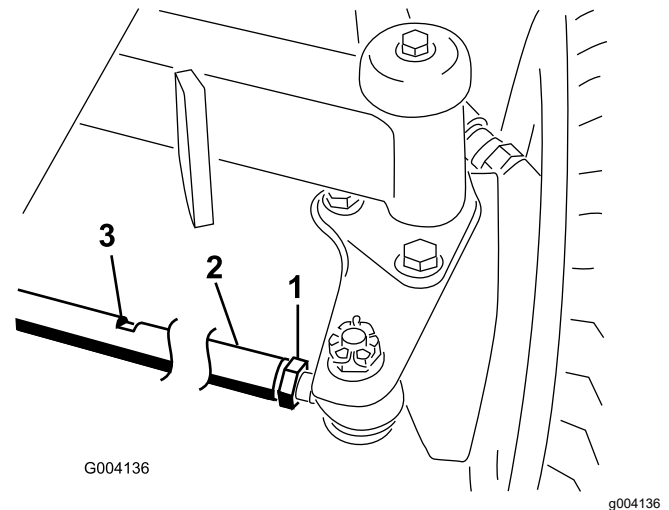

Figura 102
1. Afloje las contratuercas de ambos extremos del tirante (Figura 102).